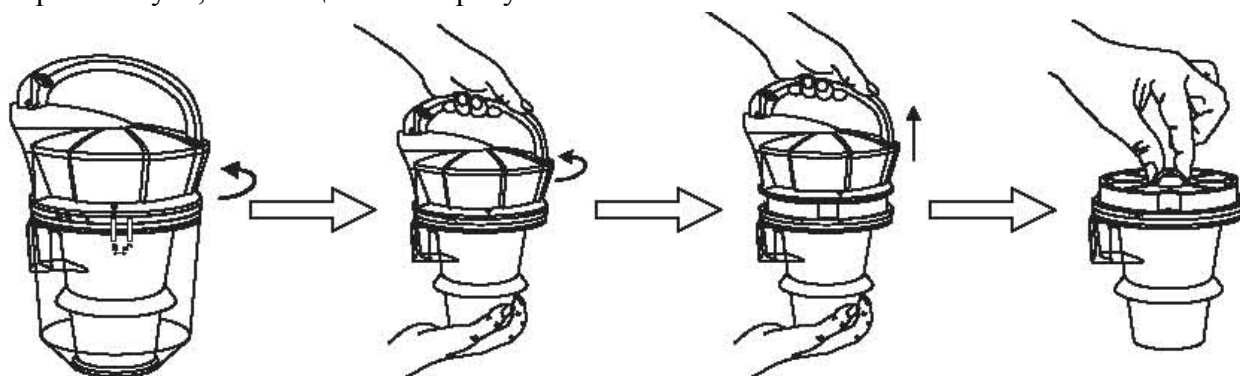

Рис. 10
- После очистки контейнера отсоедините крышку от системы фильтрации поворотом против часовой стрелки (см. рис.10). Отделите корпус фильтрующего элемента от сепаратора-пылесборника, промойте пылесборник и контейнер холодной проточной водой и вытрите насухо, либо тщательно просушите.